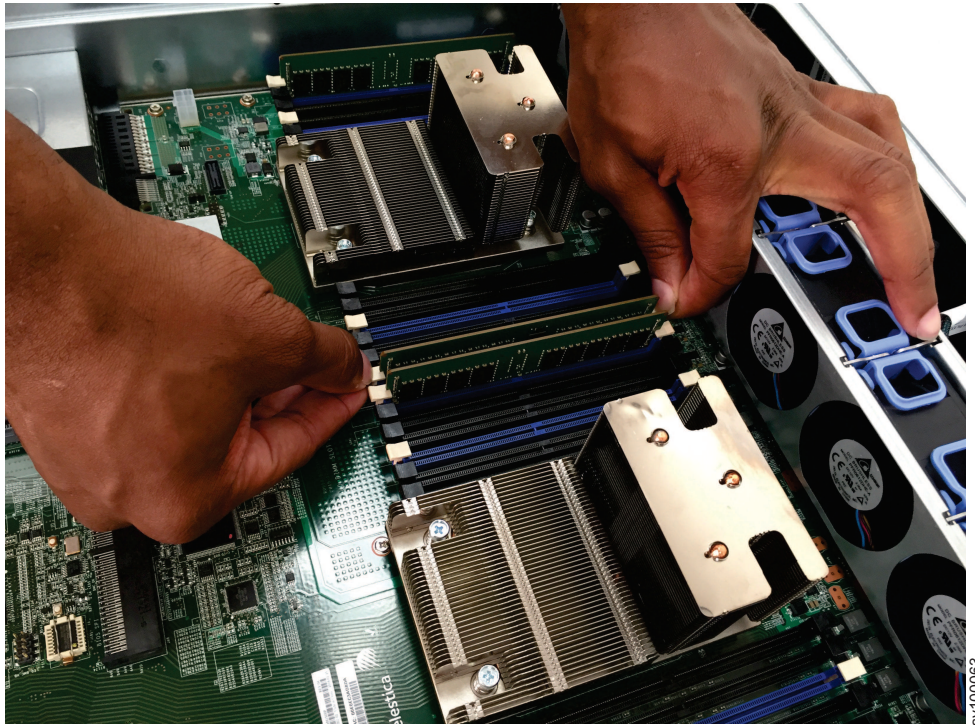

Figura 74. Ejetando um módulo de memória
5. Pressione os cliques de bloqueio na lateral do DIMM para ejetá-lo, conforme mostrado em Figura 74.